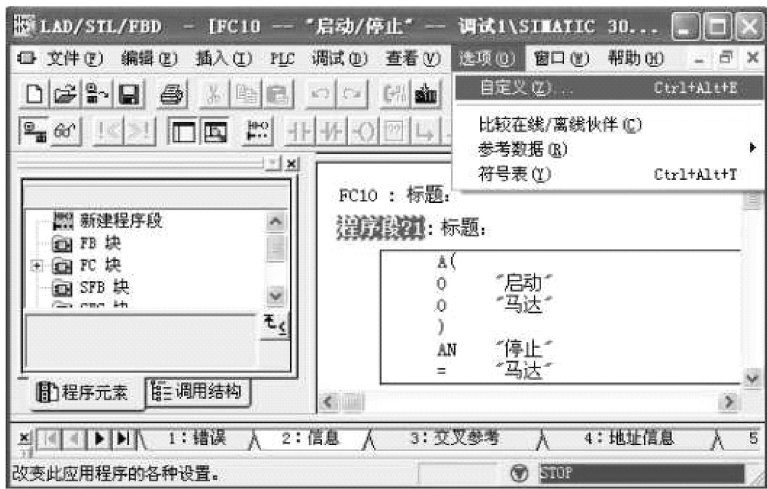

图 3-58 打开自定义界面
- 1) 在程序块界面中，单击菜单栏的“选项”→“自定义”，如图 3-58 所示。